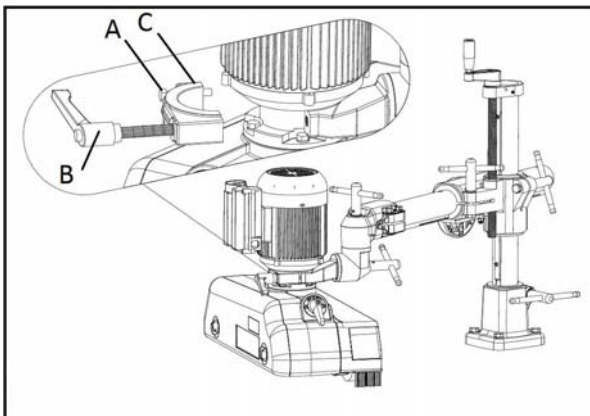
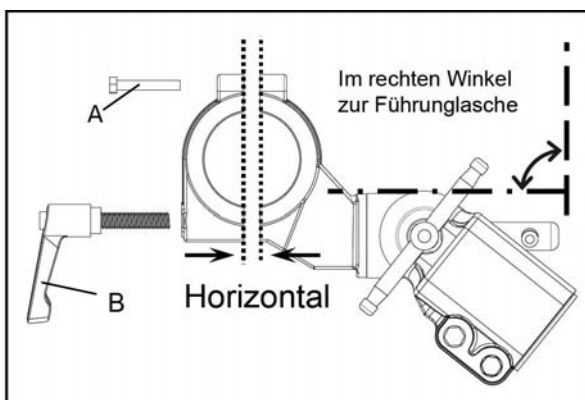

Abb. 12: Montage Rollenkörper
Abb. 13: Ausrichtung
Schritt 10: Schraube A und Hebel B (Abb. 12) lösen, und Motorklammer C entfernen.
Schritt 11: Den Rollenkörper an der Klammer anbringen und mit der Klammer befestigen (Abb. 12 A, B). Die Motorklammer-Öffnung muss parallel zum Gehäuse sein (Abb. 13). Beim Festziehen von Schraube und Hebel auf gleichen Abstand auf beiden Seiten achten.